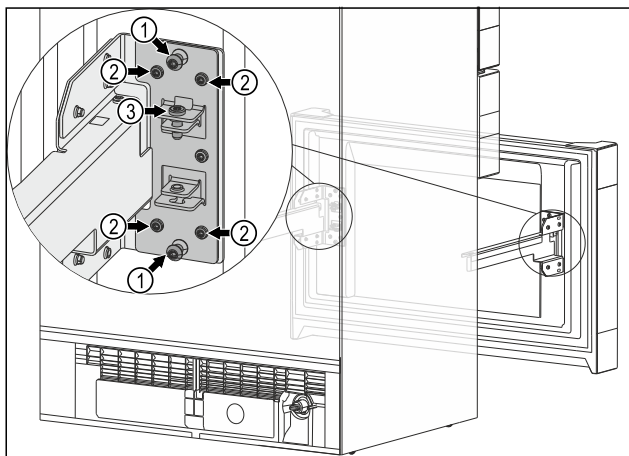

Fig. 14
- ▶ Rimuovere entrambe le viti Fig. 14 (1) centrali.
- ▶ Allentare tutte e quattro le viti Fig. 14 (2).
- ▶ La posizione finale del carrello di estrazione è raggiunta: Stringere tutte e quattro le viti Fig. 14 (2).
- ▶ Non sono più necessarie le viti Fig. 14 (1) centrali.